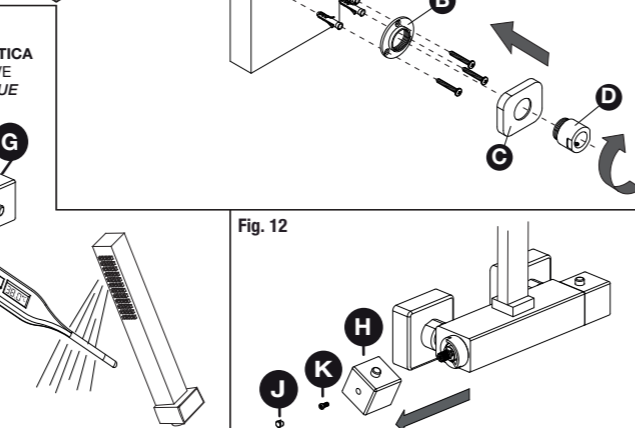

Fig. 12
2) Sin girar más, ni tocar la posición de la maneta, quitar el índice (J), el tornillo (K) y quitar la maneta (H) (Fig. 12).
3) Volver a montar la maneta de forma que su indicador de 38° C coincida con el punto medio del cuerpo del grifo (centrado en la parte superior). Volver a roscar el tornillo (K) y el índice (J) (Fig. 12).
1) Para extraer el cartucho termostático, desmontar la maneta reguladora de temperatura (Fig. 12).
2) Without turning the handle, take out the plastic cap (J), then the screw (K) and finally the handle (H) (Fig. 12).
3) Put back the handle taking care that their 38° C mark is lined up with the middle point of the upper part of the faucet body. Tighten back the screw (K) and place the plastic cap (J) (Fig. 12).
1) In order to remove the thermostatic cartridge, first take out the handle as shown (Fig. 12).
2) Sans retournement ou de toucher la position de la poignée, retirer la plaque (J), la vis (K) et retirer la poignée (H) (Fig. 12).